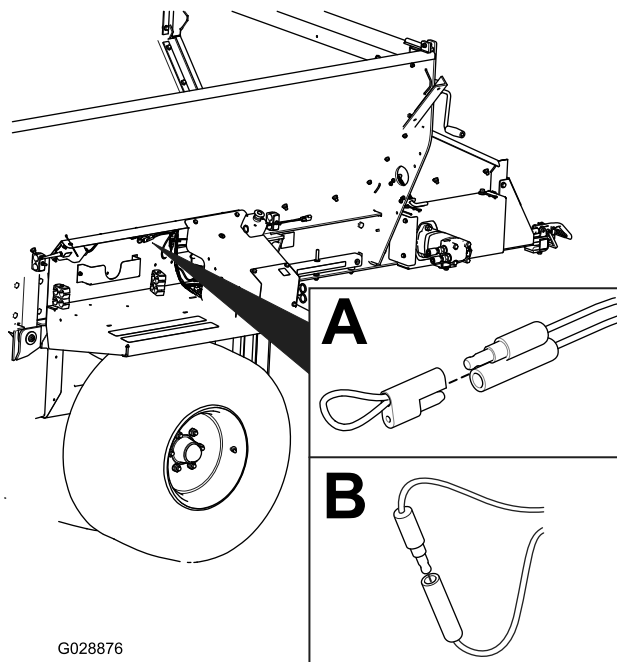

Рисунок 64
2. Снимите привязную крышку с 2 диагностических замыкающих разъемов (Рисунок 64, А).
3. Соедините диагностические замыкающие разъемы друг с другом (Рисунок 64В).